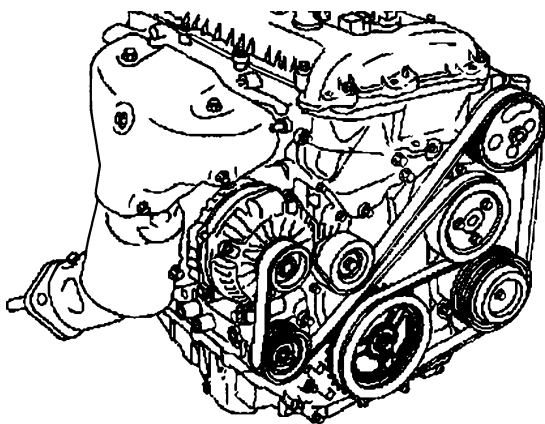

图 25-2 发动机传动带盘绕路径
- 4) 松开水泵带轮螺栓并拆卸发动机传动带，拆卸传动带时要记好传动带的盘绕路径（图 25-2）。